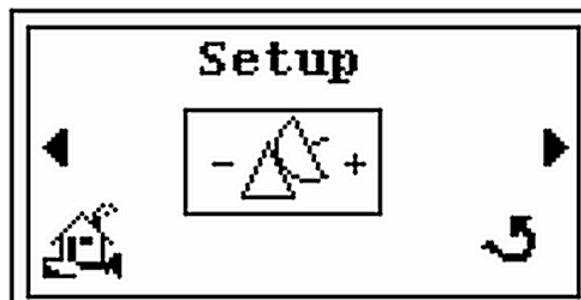

Figura 2-20 Schermata Setup (Impostazione)
3. Premere ► per visualizzare la schermata *Setup* (Impostazione) (Figura 2-20).